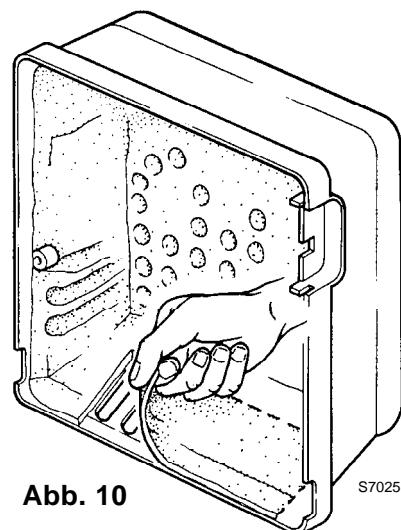

Abb. 10
- C** In der Modelle BS4 Typ 914T1, um den Betrieb für eine Leistung vom 220 ÷ 246 kW zu gewähren, die geschnittene Gerauschkämmung wegnehmen, so werden die zusätzlichen Schlitze des Lufteingangs auf der Verkleidung frei gemacht (siehe Abb. 10).